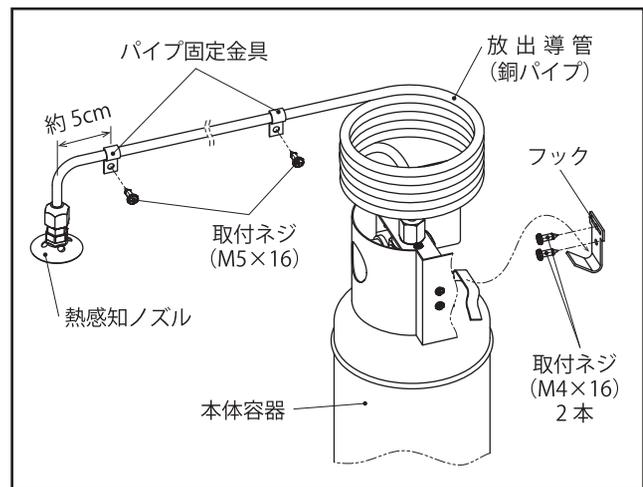

図8
① 本体容器を取り付ける（図8）
② 銅パイプ・熱感知ノズルを固定する（図8）